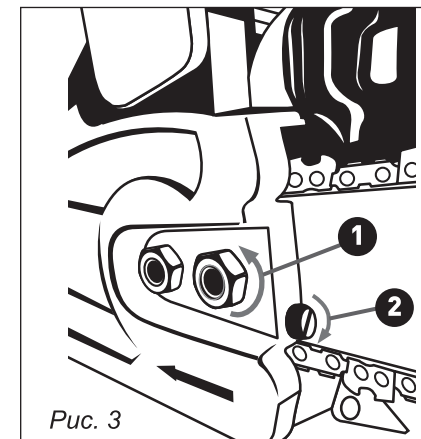

Рис. 3
Натяжка цепи на моделях БП 138/14, БП142/16, БП 146/16 (рис. 3):
- Ослабьте гайки на крышке тормоза, не откручивая полностью (рис. 3, п. 1).
- Возьмитесь за носок шины и приподнимите его вверх одновременно с этим вращением винта натяжения по часовой стрелке отрегулируйте натяжение цепи (рис. 3, п. 2).